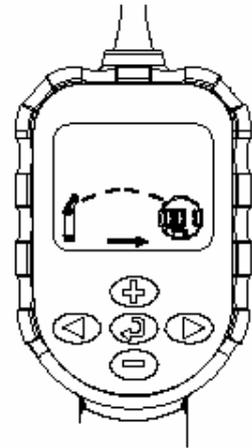

Figure 1
2. 使用  和  按键来设置WVC控制器的识别码(三位数)。按下发送/接收键来确保WVP处于发送状态,显示屏上的信息传输箭头指向地址码  (见图1)。